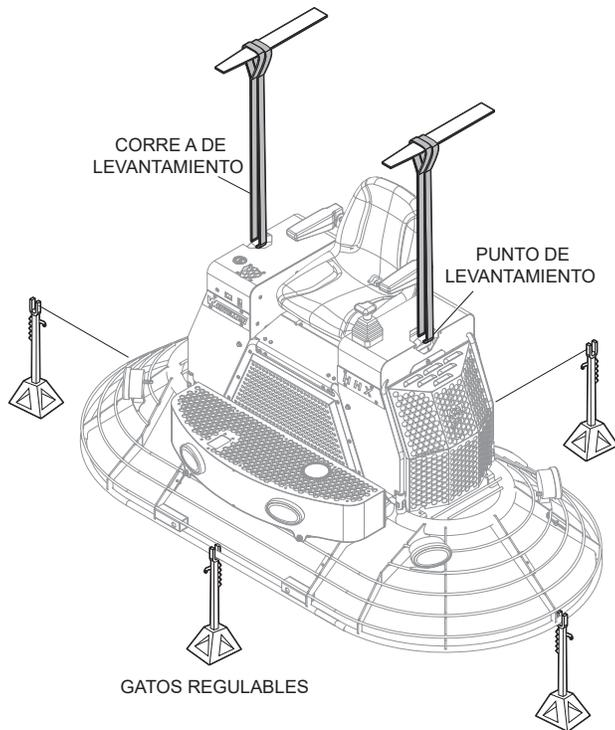

Figura 2. Levantamiento de la alisadora
1. Sujete un extremo de una correa o cadena de levantamiento alrededor de los anillos de levantamiento ubicados a cada lado de la alisadora. Sujete el otro extremo de la correa o cadena de levantamiento al dispositivo de izado (Figura 2).